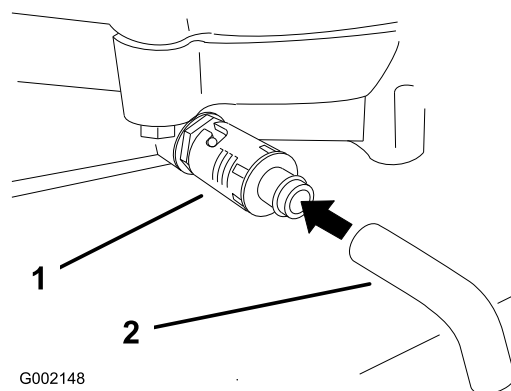

Figure 38
5. Placez un bac sous la vidange. Tournez le robinet de vidange d'huile pour permettre à l'huile de s'écouler (Figure 38).